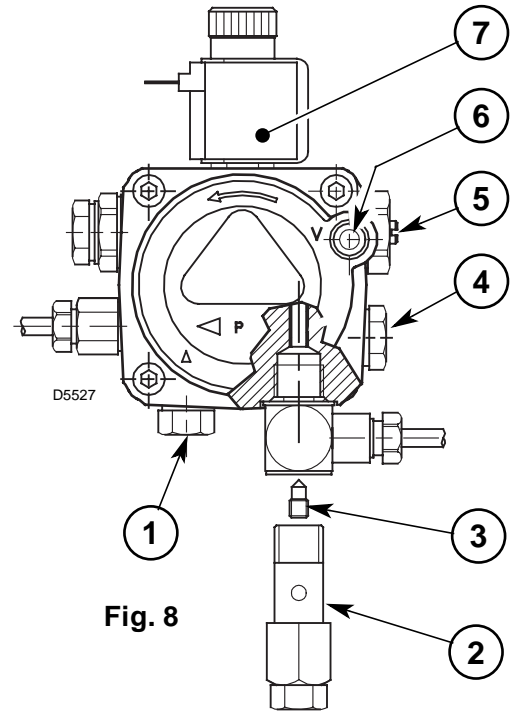

Fig. 8
- La pompe est prévue pour un fonctionnement en bitube. Pour le fonctionnement en mono-tube, il faut dévisser le raccord (2), enlever la vis de by-pass (3) et ensuite revisser le raccord (2), (voir fig. 8).
Dans l'installation en fig. 7, il faut desserrer le raccord du vacuomètre (6, fig. 8) jusqu'à la sortie du combustible.